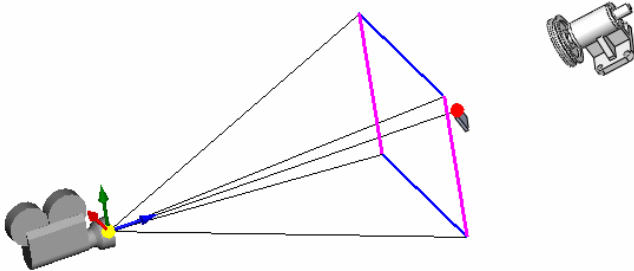

图 13-57 设置目标点
③ 在左边视口中选择相机撬的上表面前边线中点为目标点，如图 13-57 所示